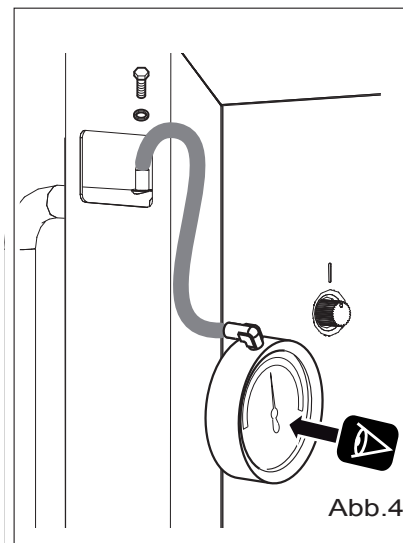

Abb. 4
- Die Schraube am Druckanschluss lösen (Abb. 4);